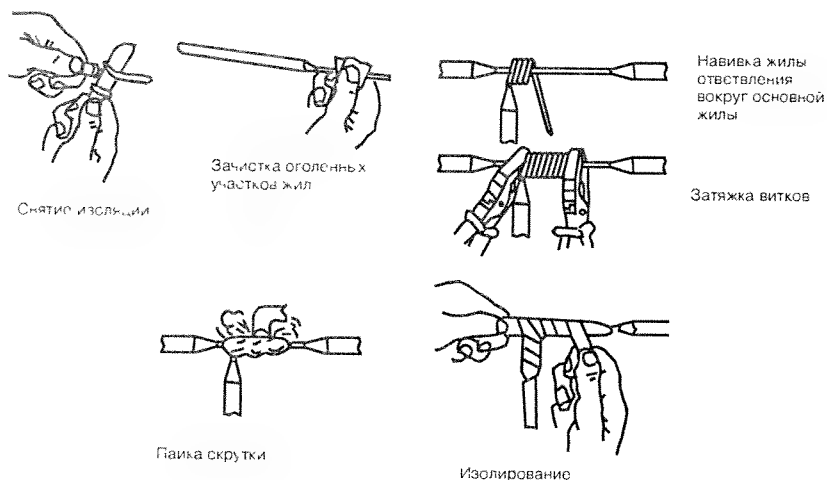

Рис. 25.10. Отводление от провода с медной однопроволочной жилой
1. Снимите изоляцию на том участке, где будет выполняться ответвление, а также с конца проводника, который будет ответвляться, зачистите жилу наждачной бумагой до металлического блеска (рис. 25.10).